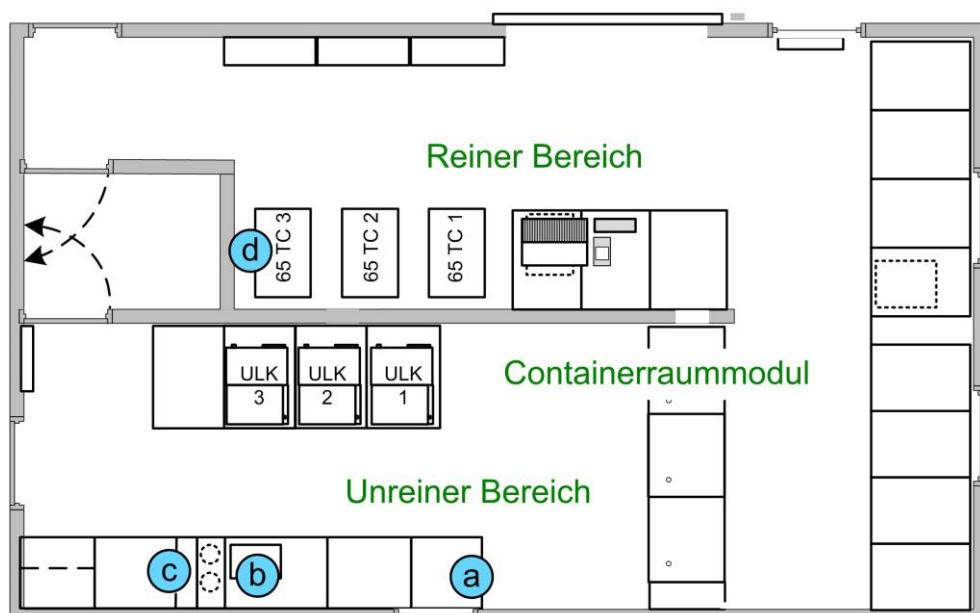

Abb. 19: *Entnahmestellen für Wasserproben*
- Die Wasserproben an folgenden Entnahmestellen (siehe Abb. 19:) zu nehmen und die Proben entsprechend zu bezeichnen: